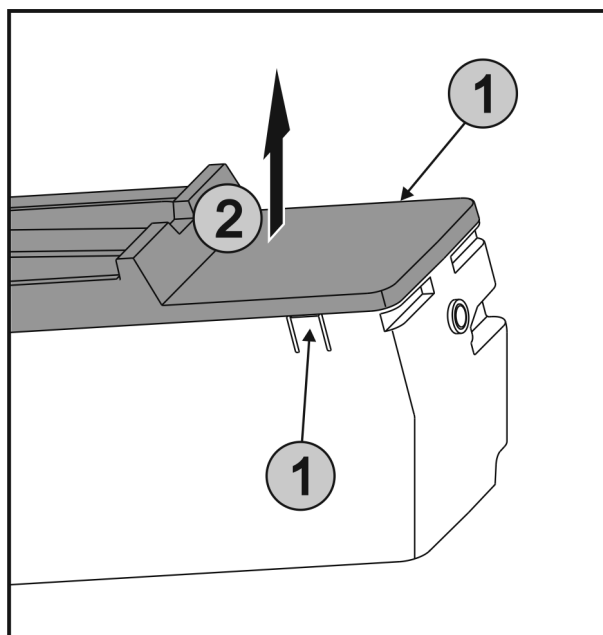

Fig. 31
- ▶ Laschen Fig. 31 (1) an den beiden Seiten von EasyTwist-Ice gleichzeitig drücken und die Abdeckung Fig. 31 (2) nach oben entnehmen.